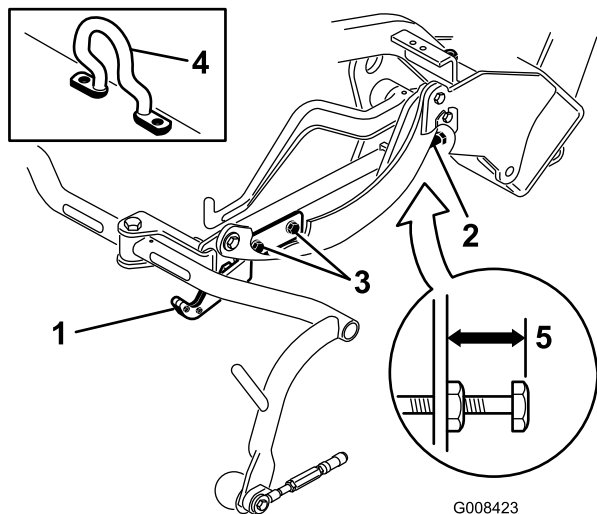
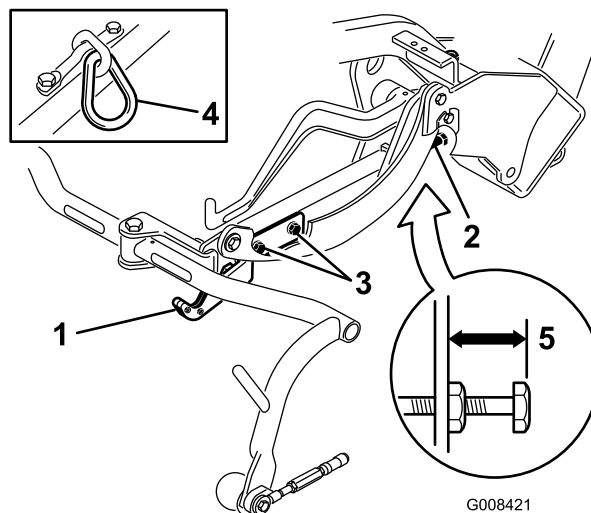
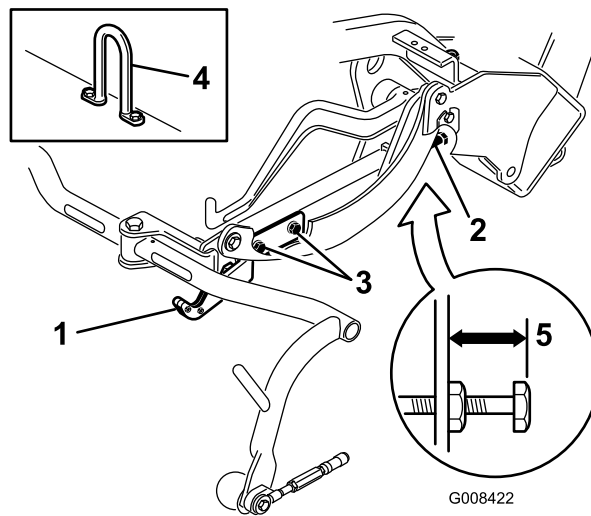

図 12
図 13
図 14
移動走行時の高さ (図 13 と 図 14) を点検し、必要に応じて調整します。
2. オフセット吊り下げフック (図 12、挿入図) のついているカッティングユニットでは、キャリアフレーム調整ねじの上端からキャリアフレームの背面までの距離が 25 mm になっていることを確認する。距離が 25 mm でない場合には手順 4 へ進む。
3. チェーンリンクまたはストレート吊り下げフック (図 13 と 図 14、挿入図) のついているカッティングユニットでは、キャリアフレーム調整ねじの上端からキャリアフレームの背面までの距離が 22 mm になっていることを確認する。距離が 22 mm でない場合には手順 4 へ進む。オフセットリフト・リンク (図 12) のついているカッティングユニットの場合は、次のステップに進む。
4. 移動走行プレート取り付けねじをゆるめる (図 13 と 図 14 と 図 12)。
7. キャリアフレームの高さが同じでない場合には、キャリアフレーム調整ねじについているジャムナットをゆるめる（図 12と図 13と図 14）。高くするにはねじを外方向にまわし、低くするには内方向にまわす。調整ができたからジャムナットを締めて調整を固定する。